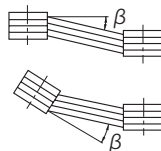

図 5-4
- ・両プリー間の平行度、偏心度 $\beta$ は $20^\circ$ 以内としてください。（図 5-4 参照）